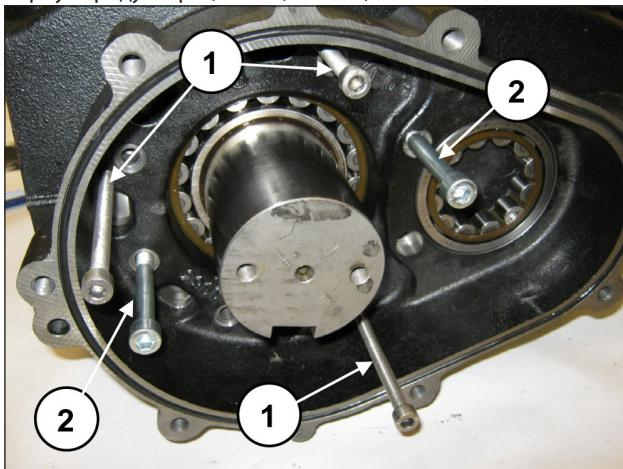

Рис. 23
Установите 3 штифта или винта с резьбой M8 (поз. ①, Рис. 23) в роли съемников в соответствующие отверстия и два достаточно длинных винта M10 для поддержания корпуса редуктора (поз. ②, Рис. 23).